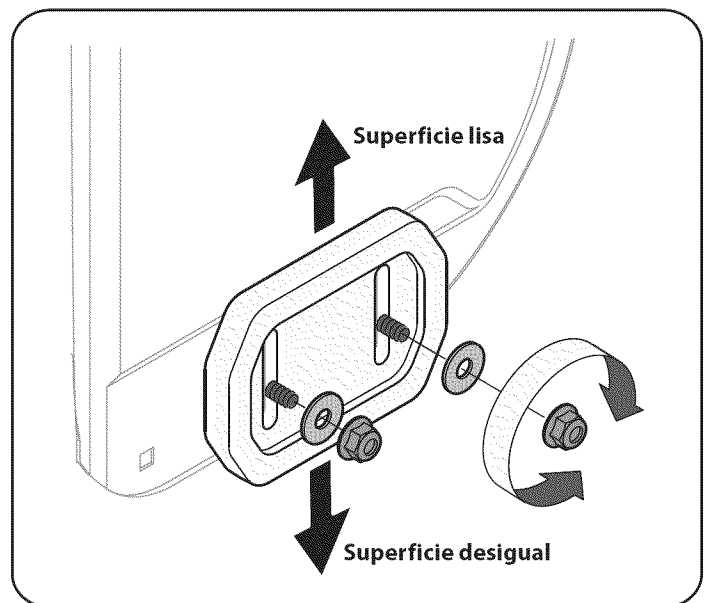

Figura 13
1. Afloje las cuatro tuercas hexagonales (dos en cada lado) y los pernos del carro. Mueva las zapatitas antideslizantes a la posición deseada. Vea la figura 13.